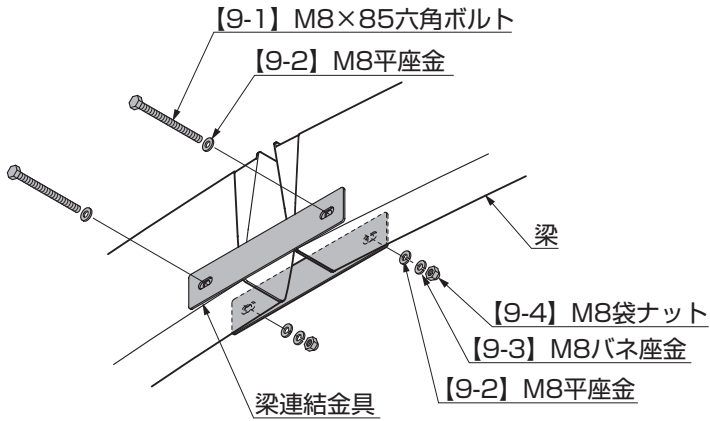

図2-1
- ① 柱、梁を組立てて建て込み、梁のプッシュボタンを外した後、梁と梁を梁連結金具で接続してください。(図2-1参照)